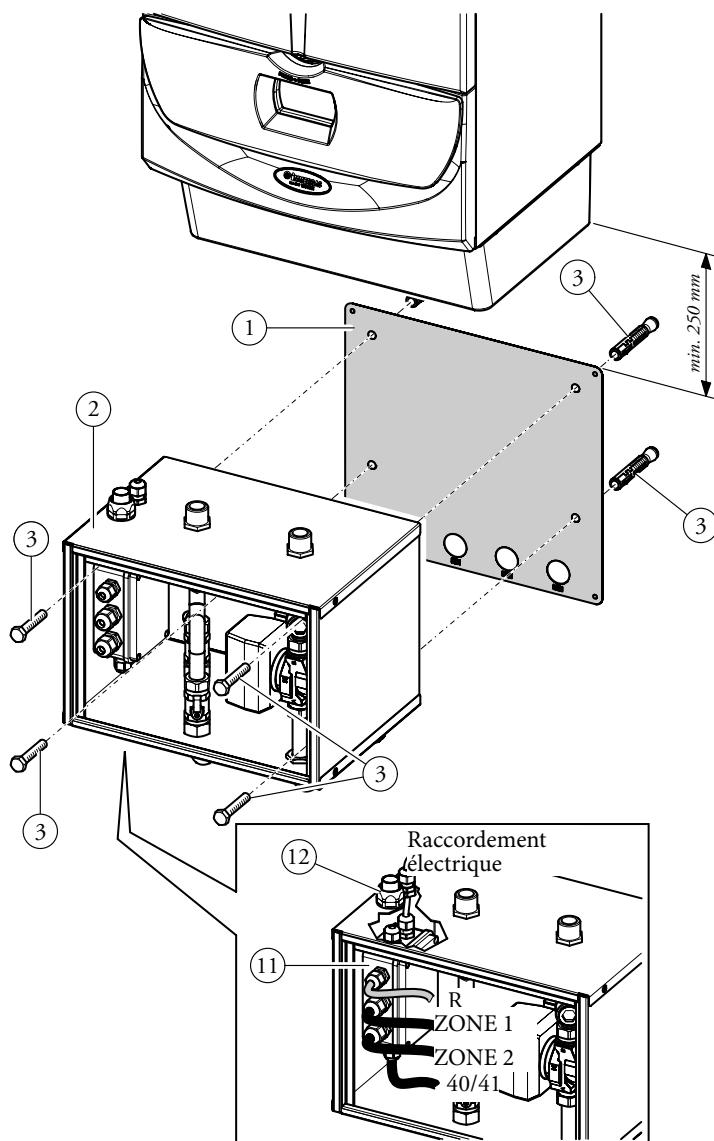

Fig. 1
- Placer le gabarit (1) sur le mur et marquer de façon ineffaçable les points de fixation du kit et des raccordements hydrauliques.
- Percer le mur en correspondance des trous de fixation marqués précédemment et bloquer le kit (2) au mur en utilisant des tasseaux expansibles spécifiques d. 10 x 50 (3) Fig.1.